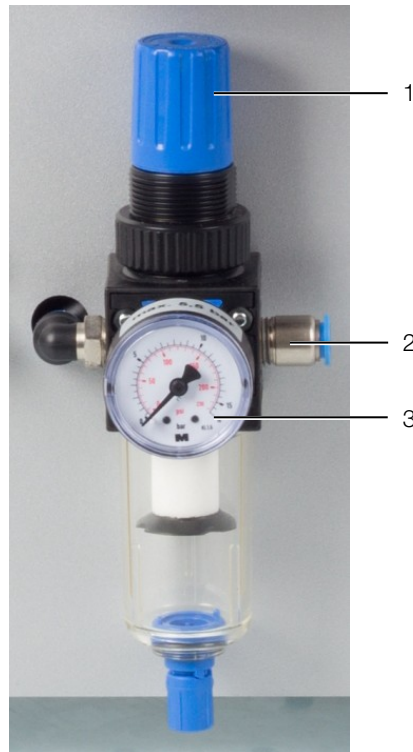

Abb. 4: Anschlüsse installieren
- Schließen Sie zuerst den Druckluftschlauch an der Druckluftwartungseinheit des Automaten an (Abb. 4, Pos. 2).
- Kontrollieren Sie die Manometeranzeige (Abb. 4, Pos. 3).
- Falls nötig, regeln Sie den Betriebsdruck nach. Ziehen Sie dazu die Einstellschraube (Abb. 4, Pos. 1) nach oben und drehen Sie sie vorsichtig: